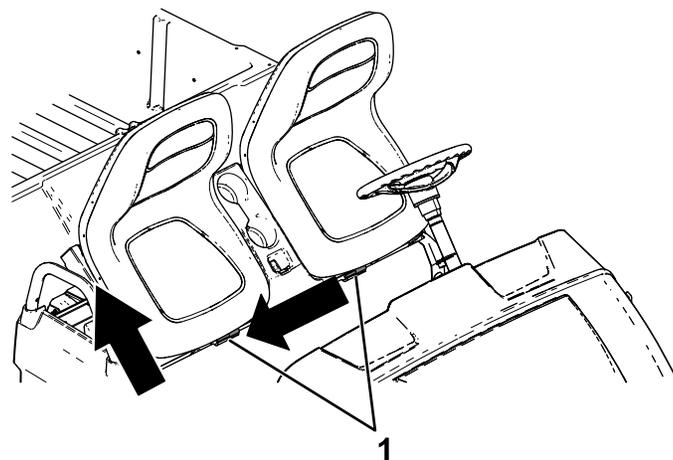

図 26
2. 座席アセンブリを横にスライドさせてピンから外して吊り上げる 図 26。